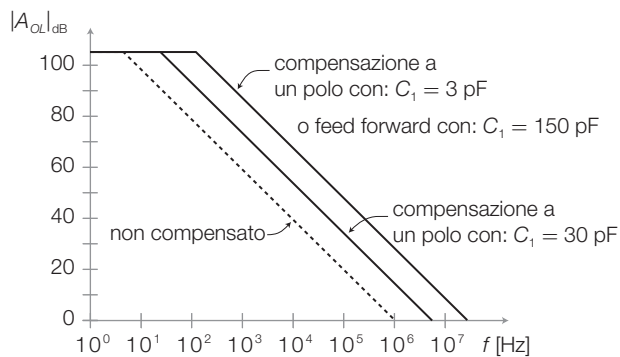

FIGURA 7 Confronto tra le risposte in frequenza ad anello aperto, non compensata e compensata.
- **Compensazione a polo singolo**: il costruttore predispone una coppia di pin cui deve essere collegato un condensatore C_1 (FIGURA 6A); al diminuire del valore di C_1 , da alcune decine di pF ad alcuni pF, il GBP dell'amplificatore aumenta. Il legame guadagno-frequenza si modifica come indicato in FIGURA 7, mantenendo una pendenza di -20 dB/decade .
In questo modo i segnali a frequenza più elevata compiono un percorso interno all'amplificatore attraverso un numero di stadi inferiore rispetto a quelli di frequenza bassa, ottenendo gli stessi effetti della compensazione a un polo (pendenza -20 dB/decade e aumento della banda al diminuire della capacità esterna, come indicato in FIGURA 7), ma con l'impiego di condensatori di capacità più elevata (con $C_1 = 150$ pF si ottiene la stessa compensazione prodotta da una capacità $C_1 = 3$ pF nel sistema a un polo). Si inserisce anche un condensatore C_2 , in parallelo a R_2 , per limitare il valore del guadagno in alta frequenza, secondo la seguente relazione: